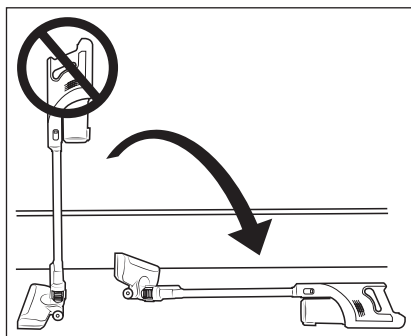

Fig. 9
- No deje la aspiradora en posición vertical cuando interrumpa el funcionamiento o quiera dejar de agarrarla, sino colóquela en el soporte mural 18 o póngala en el suelo en posición horizontal (consulte la fig. 9 y la 10). De lo contrario, podría caerse y dañarse debido a su alto centro de gravedad, así como potencialmente dañar otros objetos con su caída.